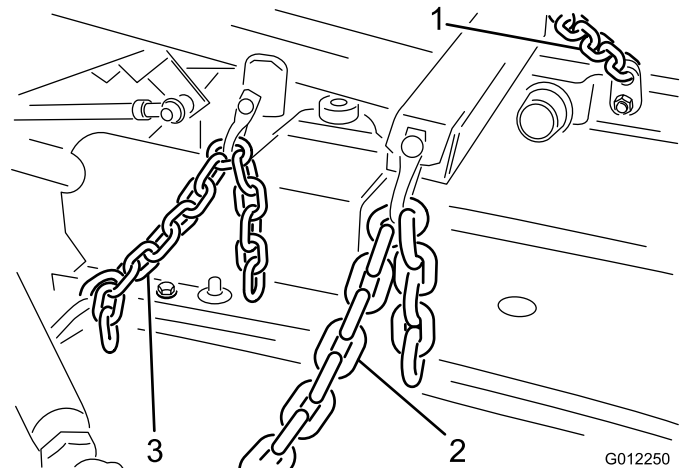

Figura 12
1. Collegate le catene di sollevamento alle staffe della catena dell'apparato di taglio e del braccio di sollevamento con 6 grilli, perni dei grilli (3/8 x 1-1/2 poll.) e coppiglie (1/8 x 3/4 poll.) (Figura 12).
2. Collegate le estremità della molla di tensione tra il quarto anello della catena posteriore e l'occhio della coppiglia che blocca il perno del cilindro in posizione (Figura 12).